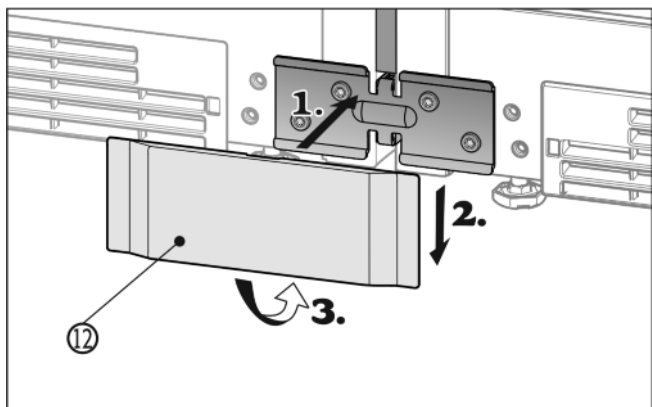

Fig. 16
- Sett det nedre dekselet Fig. 16 (12) på vinkelen fra fremsiden (1), skyv den nedover (2) og la det klikke på plass nede (3).